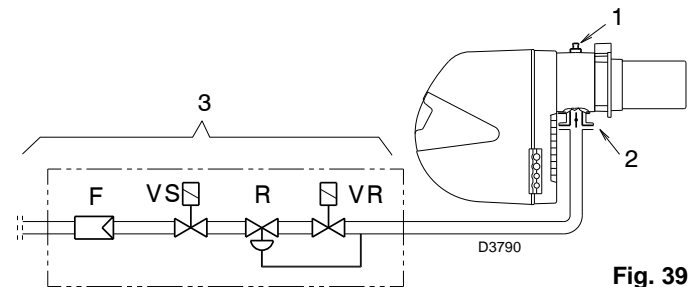

Fig. 39
Pression du gaz mesurée à la prise 1) (Fig. 39), avec :
Perte de charge du papillon gaz 2) (Fig. 39) avec ouverture maximale: 90°.
Perte de charge de la rampe 3) (Fig. 39) comprenant :
- Soustraire la pression dans la chambre de combustion de la pression du gaz à la prise 1)(Fig. 39).
- Pression du gaz à la prise 1)(Fig. 39) = 8 mbar
Par contre, pour connaître la pression de gaz nécessaire à la prise 1)(Fig.39), après avoir fixé la puissance maximale de fonctionnement du brûleur :
- Lire la pression à la prise 1)(Fig. 39) sur la droite, colonne 1.
- pression nécessaire à la prise 1) (Fig. 39).